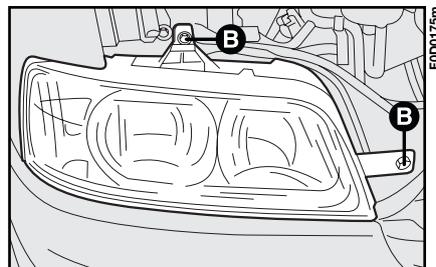
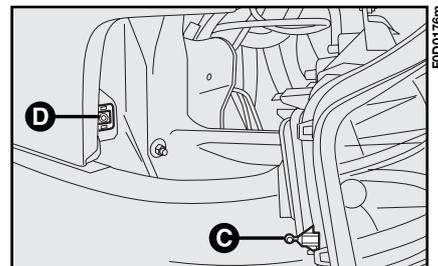

fig. 10
fig. 11
2) décrocher les deux agrafes de retenue **B-fig. 10** et démonter le phare en décrochant le goujon **D-fig. 11** de son logement **C**;